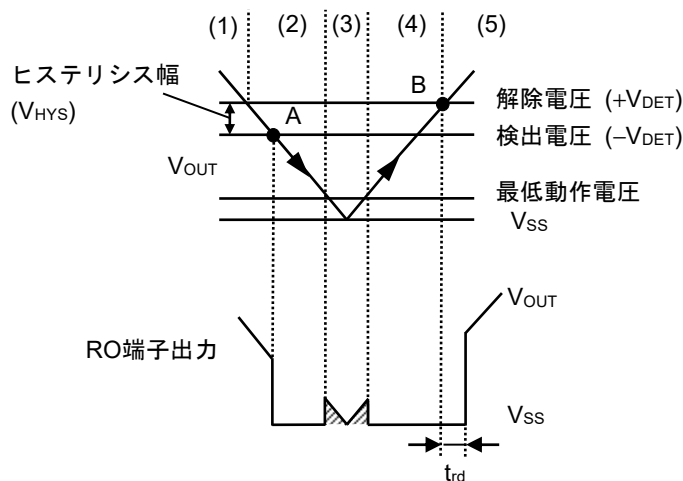

図34 ディテクタ部のタイミングチャート
- (1) レギュレータの出力電圧 (V_{OUT}) がディテクタの解除電圧 ($+V_{DET}$) 以上で、Nchトランジスタ (N1, N2) はオフになり、RO端子に "H" が出力されます。このときPchトランジスタ (P1) はオン状態で、コンパレータ (C1) への入力電圧は $\frac{R_B \cdot V_{OUT}}{R_A + R_B}$ になります。
- (2) V_{OUT} が低下し $+V_{DET}$ 以下になっても、検出電圧 ($-V_{DET}$) 以上であればRO端子に "H" が出力されます。 V_{OUT} が $-V_{DET}$ (図34のA点) 以下になるとC1によって制御されるN1はオンになり、 C_{DLY} が放電されます。同時に、遅延回路によって制御されるN2はオンになり、RO端子に "L" が出力されます。このときP1はオフになり、C1への入力電圧は $\frac{R_B \cdot V_{OUT}}{R_A + R_B + R_C}$ になります。
- (3) V_{OUT} がさらに低下し、ICの最低動作電圧以下になると、RO端子出力は不定になります。RO端子がプルアップされる場合、"H" が出力されます。
- (4) V_{OUT} が最低動作電圧以上に上昇するとRO端子に "L" が出力されます。また、 V_{OUT} が $-V_{DET}$ を越えても $+V_{DET}$ 未満の場合には出力は "L" になります。
- (5) さらに V_{OUT} を上昇させ $+V_{DET}$ (図34のB点) 以上になるとN1はオフになり、 C_{DLY} が充電されます。 V_{DLY} がしきい値電圧 (1.25 V typ.) になると、遅延回路によって制御されるN2はオフになり、RO端子に "H" が出力されます。